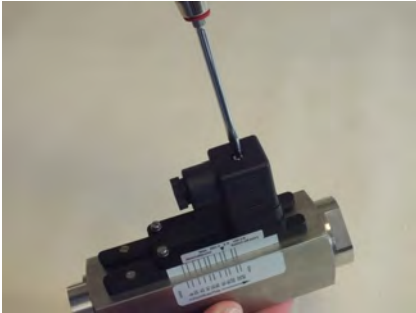

Abb. 52: Steckerdose lösen
1. ➤ Mit einem Schlitzschraubendreher die Befestigungsschraube (Abb. 52) der Steckerdose lösen